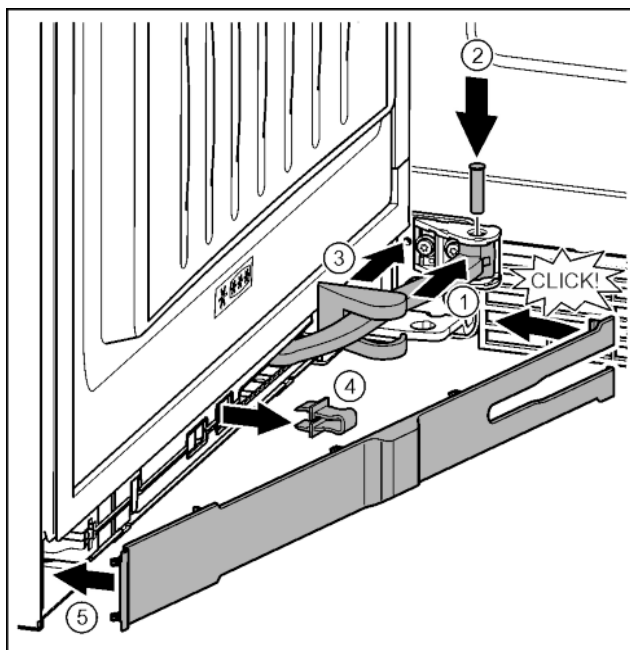

Fig. 43
- ▶ Otočte kloub v závěsu. *Fig. 43 (1)*
- ▶ Šroubovákem T15 vložte čep do závěsu a kloubu. Přitom dávejte pozor, aby byla zajišťovací vačka správně usazena v drážce. *Fig. 43 (2)*
- ▶ Posuňte kryt stojanu ložiska podél kloubu a namontujte nad závěsem. *Fig. 43 (3)*
- ▶ Pojistku vytáhněte. *Fig. 43 (4)*
- ▶ Záslepka na straně madla nasadte a sklopte. *Fig. 43 (5)*